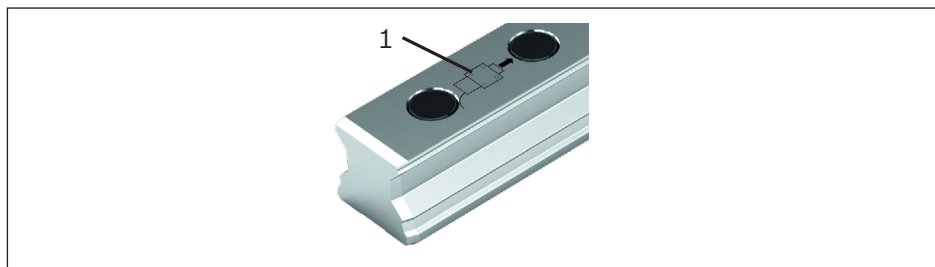

Fig. 4: Preparación para el montaje
- ▶ Una vez montado el raíl guía, desplazar el patín como Fig.4.
- ▶ Atención: si se utiliza una banda de protección, la marca (1) quedan cubiertas y la dirección de deslizamiento del patín deja de ser visible.